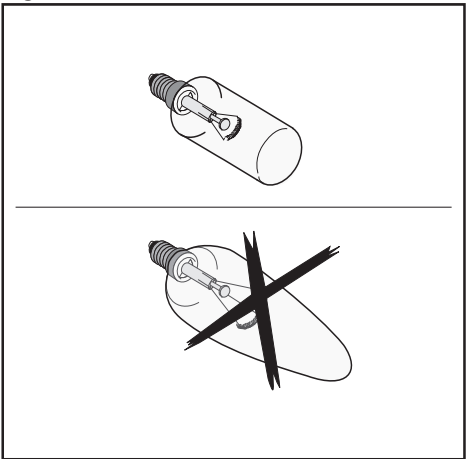

Fig.12
• **Sostituzione delle lampade ad incandescenza (Fig.12).**
Sostituire con lampada dello stesso tipo (Fig.12).